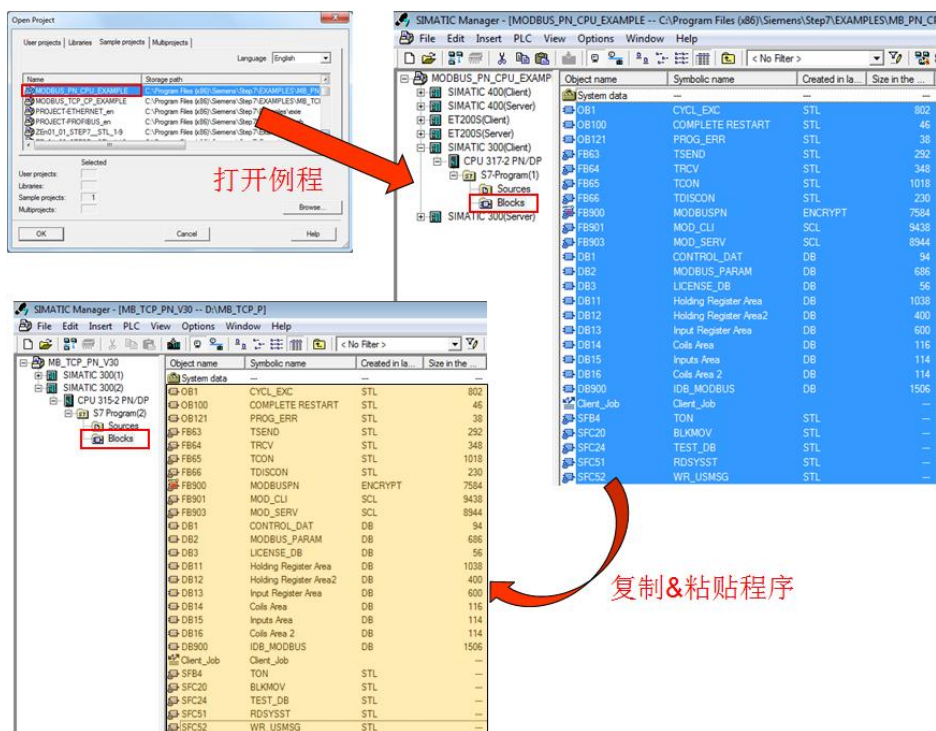

图 4-3 拷贝例程程序
打开例程，从站点“SIMATIC 300 (Client)”中拷贝所有程序块（注意，不要拷贝“System data”）到新建项目“MB_TCP_PN_V30”的站点“SIMATIC 300 (2)”的 Blocks 中，如图 4-3 所示：